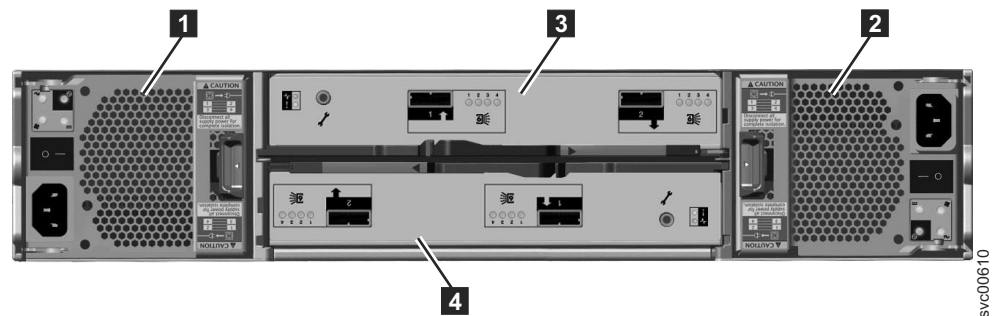

Figura 6. Vista Posterior de um Gabinete de Expansão Modelo 2076-212 ou Modelo 2076-224
O Figura 6 mostra a vista posterior de um gabinete de expansão e identifica o local das unidades de fonte de alimentação e das caixas. As portas e seu uso são descritos posteriormente nesta seção.
- Duas caixas são instaladas no meio do gabinete. Cada caixa é conhecida como uma caixa de expansão. A caixa superior, conforme mostrado na Figura 6, é a caixa **3**, e a caixa inferior é a caixa **4**. A caixa 1 está no lado da parte superior para cima e a caixa 2 está invertida, no lado da parte superior para baixo.